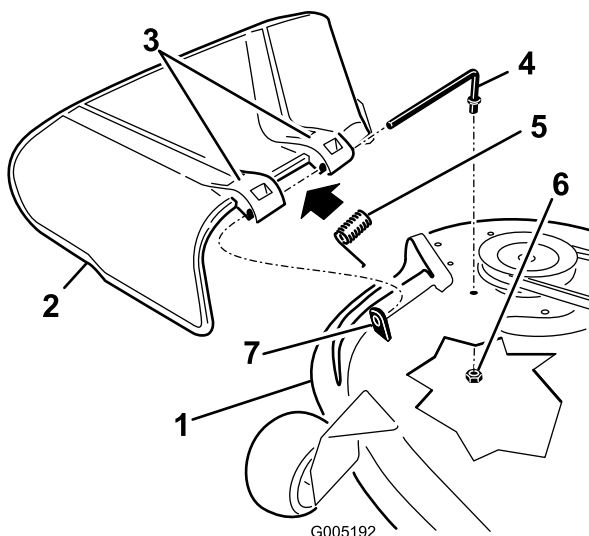

Figura 56
1. Retire la tuerca ( $\frac{3}{8}$ " ) de la varilla (debajo del cortacésped) (Figura 56).
2. Retire la varilla del espaciador corto, del muelle y del deflector de hierba (Figura 56).
4. Vuelva a colocar el deflector de hierba (Figura 56).
7. Deslice la varilla por el segundo soporte del deflector de hierba (Figura 56).
9. Sujete el extremo trasero de la varilla al cortacésped con una tuerca ( $\frac{3}{8}$ " ), según se muestra en Figura 56.